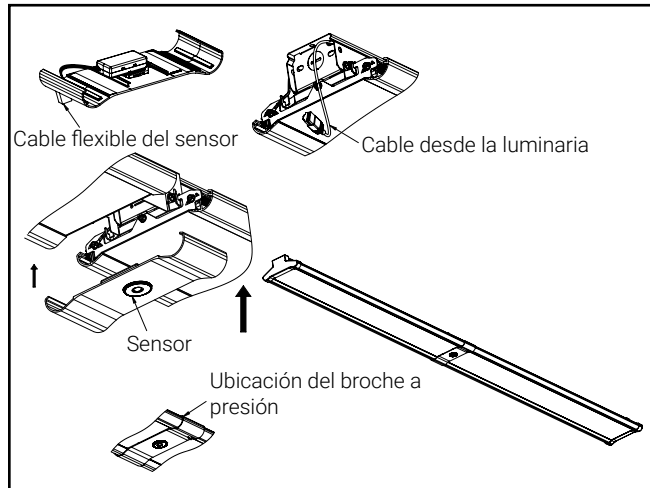

Figura 23
5. Conecte el cable que proviene del extremo de la luminaria al cable flexible del sensor. Asegúrese de que todos los mazos de cables estén empujados hacia arriba y fuera del camino. Asegúrese de alinear el sensor con el calado en el conector del canal, según corresponda, antes de la instalación. Luego empuje la pieza de moldura hacia arriba para que los extremos encajen a presión sobre los rieles laterales. Hay protuberancias en el interior de la moldura para centrarla. Una vez instalada, la moldura quedará al ras de los rieles y la guía de ondas. (Figura 23)